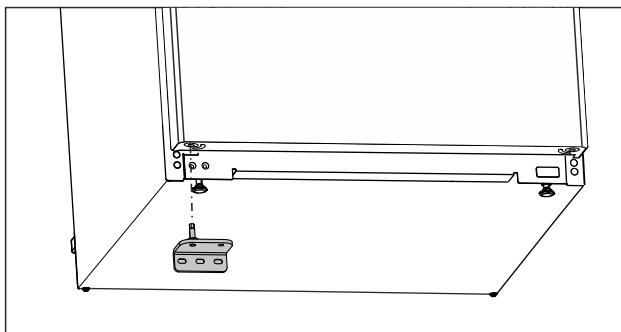

Fig. 25
- ▶ Umetnute donje ležajno postolje na suprotnu stranu. (pogledajte Fig. 25)